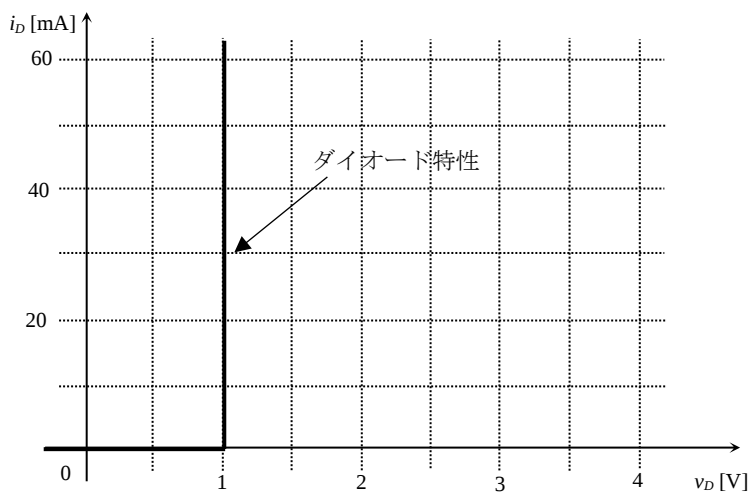
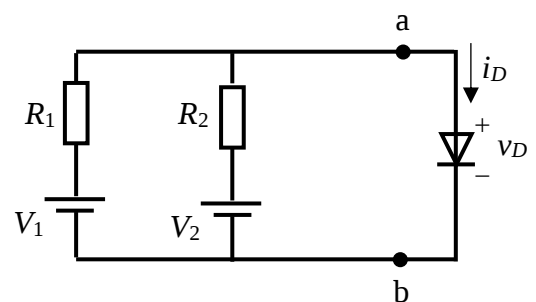

図 4
図 5
ダイオード特性を図 4 で示されるものとする．このとき，図 5 の回路におけるダイオードの電圧 v_D と電流 i_D をグラフ解析により求める．ただし， $V_1 = 3.2$ [V]， $V_2 = 2.2$ [V]， $R_1 = 100$ [Ω]， $R_2 = 400$ [Ω] とする．
- (1) a-b 端の左側をテブナンの定理により等価回路に置き換えるときの等価電圧源 V_{Th} と等価インピーダンス Z_{Th} を求めよ．
- (2) 解答用紙のグラフに図 5 の回路の負荷線を記入せよ．
- (3) 負荷線を記入したグラフよりダイオードの電圧 v_D とダイオードに流れる電流 i_D を求めよ．